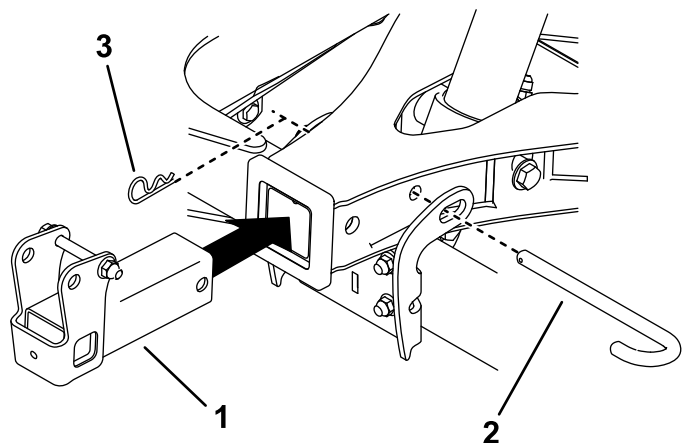

Figura 11
11. Retire el pasador de enganche y la chaveta del bastidor en A y utilícelos para instalar el receptor de enganche (Figura 11). Asegúrese de que el pasador sujete el bastidor en A firmemente al tubo transversal.